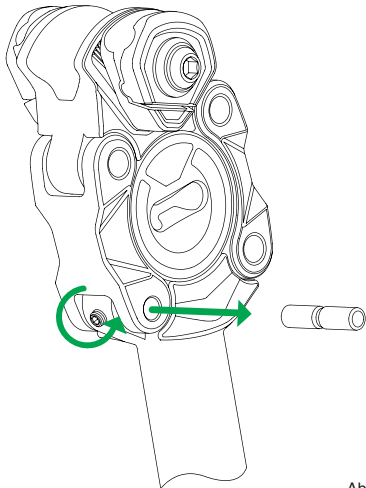

Abb. 10.1.1
1. Öffnen Sie die M5-Madenschraube (Abb. 10.1.1) am unteren Gelenklager im hinteren Bereich der SEP.2 Elastomer Sattelstütze mit einem 2,5mm Innensechskantschlüssel. Drehen Sie die Schraube gegen den Uhrzeigersinn, bis sie ca. 1mm herausragt. Drücken Sie anschließend mit einem geeigneten Werkzeug die Edelstahlachse komplett aus dem Lager heraus.